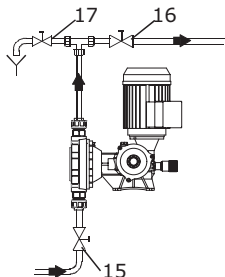

Рис. 14 Начальный пуск
1. Откройте всасывающий и нагнетательной запорные клапаны (15, 16), если они установлены (см. рис. 14).
2. Откройте клапан удаления воздуха (17), если он установлен на линии нагнетания или понизьте давление в линии нагнетания так, чтобы перекачиваемая среда могла выходить без преодоления противодавления.
6. Закройте клапан удаления воздуха (17), если он установлен.